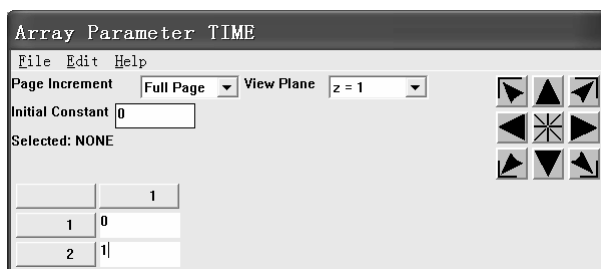

图 5-45 “Array Parameter TIME” 窗口
(4) 单击“Array Parameters”窗口中的“TIME”，然后单击“Edit...”按钮，弹出“Array Parameter TIME”窗口（见图 5-45）。在“Array Parameter TIME”窗口左下方的两个方框中依次填入“0”、“1”。